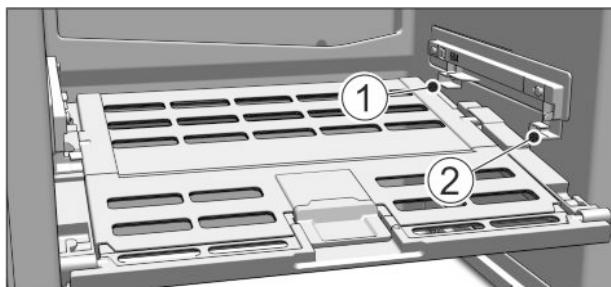

Fig. 51
- Поставяне на капака на отделението Fruit & Vegetable-Safe: Пъхнете шийките на капака отдолу в задния държач Fig. 51 (1) и фиксирайте отпред в държача Fig. 51 (2).